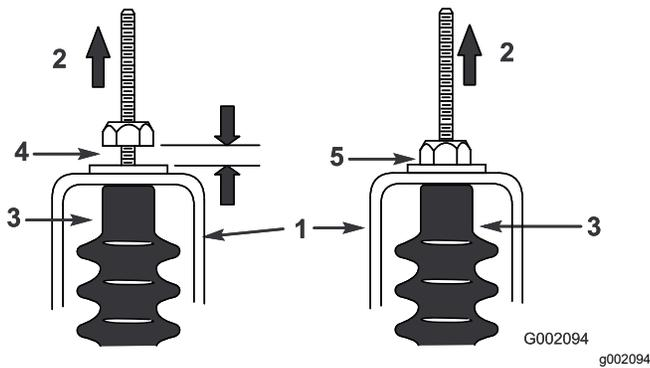

Bild 49
5. Ziehen Sie an jedem Schaltzug, um sicherzustellen, dass der Abstand zwischen der Mutter bzw. Scheibe und der Leerlaufhalterung zwischen 0,76 mm und 1,52 mm liegt (Bild 49).